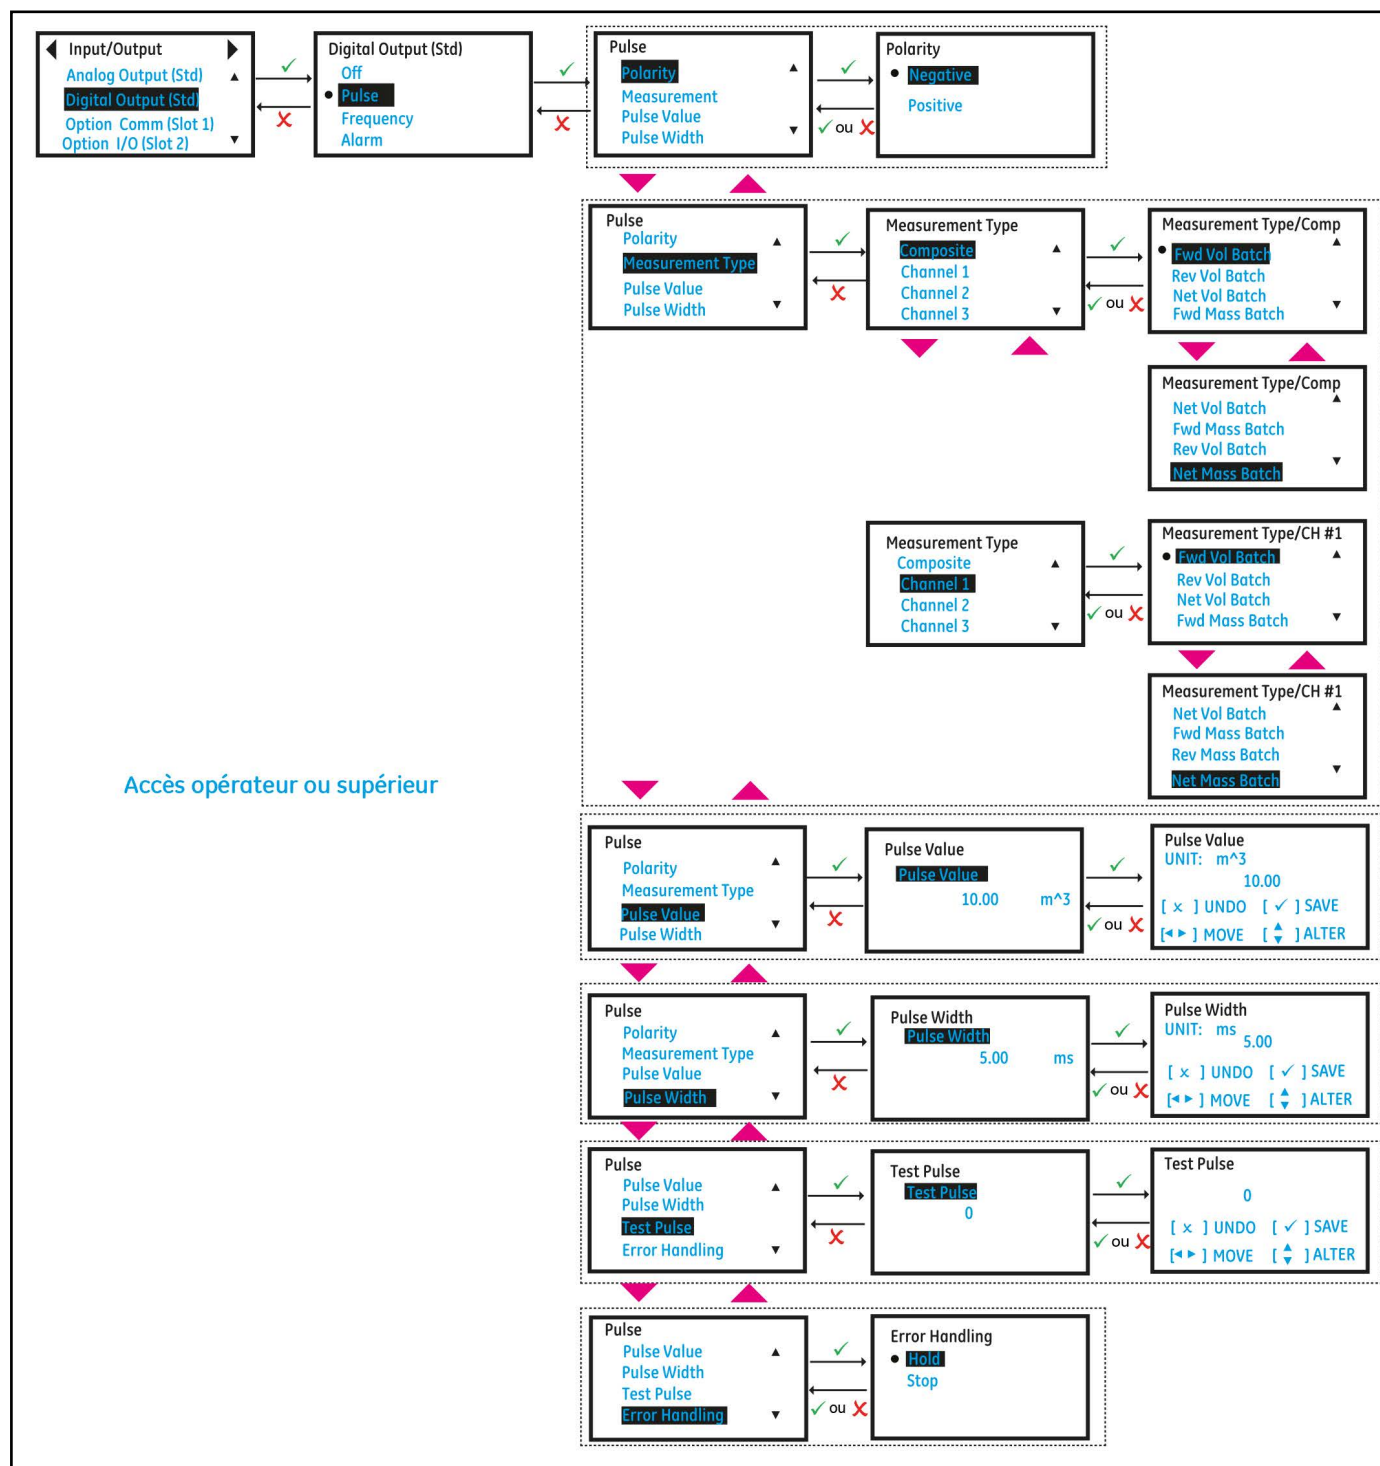

Figure 32 : Configuration de la sortie d'impulsion
2. Configurez les options *Polarity* [Polarité], *Measurement Type* [Type de mesure], *Pulse Value* [Valeur d'impulsion], *Pulse width* [Largeur d'impulsion], *Test Pulse* [Impulsion de test] et *Error Handling* [Gestion des erreurs] en fonction de vos besoins. Vous trouverez Figure 32 ci-dessous les options disponibles. Référez-vous également au Tableau 7 ci-dessous pour comprendre chaque option.